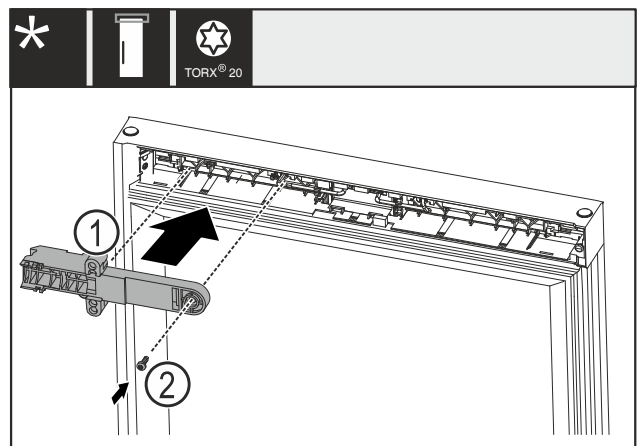

Fig. 26
- Schloss-Halteteil Fig. 26 (1) um 180° drehen und auf Gegenseite montieren.
- Schloss-Halteteil Fig. 26 (1) mit Schraube Fig. 26 (2) befestigen.
- Schloss-Halteteil *Fig. 26 (1)* mit Schraube *Fig. 26 (2)* befestigen.